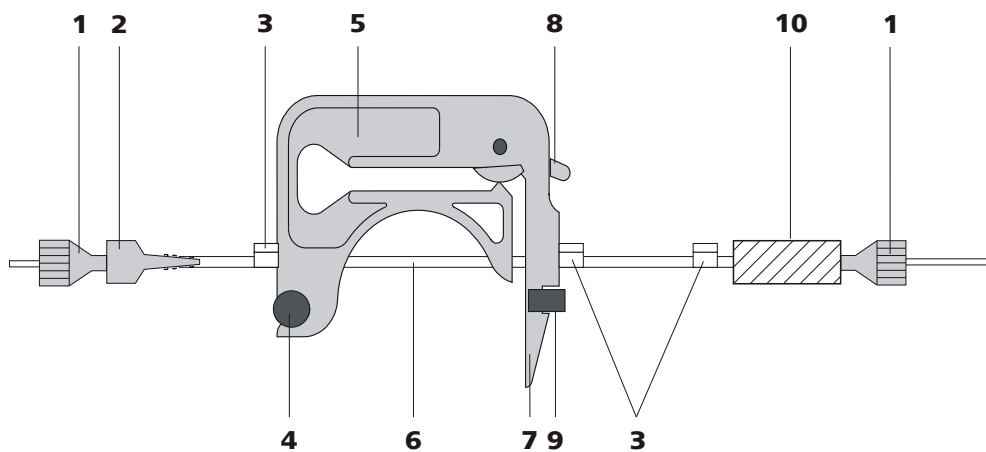

Figura 25 Peças e conexões da bomba peristáltica
- Inserir o tubo da bomba nos cassetes de tubo (ver figura 25, página 48). Os retentores (25-3) devem ser encaixados no respectivo dispositivo de fixação do cassete de tubo.